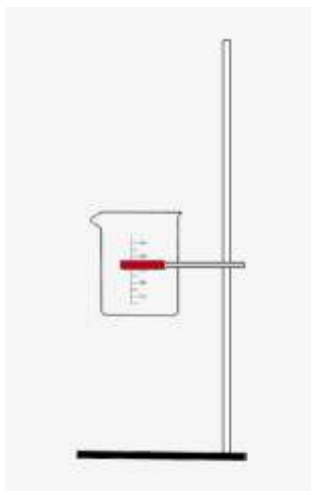

Figura 1.
- 1- Coloquen cuidadosamente el vaso de precipitado en la pinza del soporte universal como muestra la Figura 1.